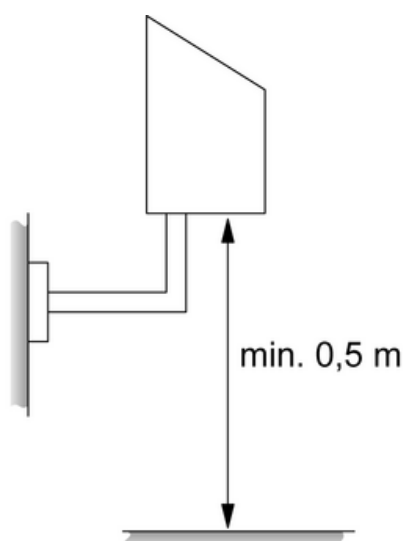
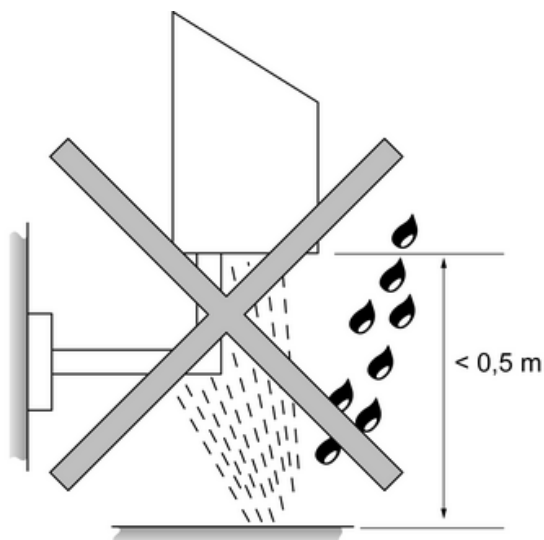

Figura 2
Figura 3
- i** Distancia mínima con respecto a las superficies debajo de la estación meteorológica: 0,5 m (figura 2). De lo contrario, los sensores de la parte inferior podrían resultar dañados por el acceso de salpicaduras de agua (figura 3).
- Hacer pasar los cables de suministro de corriente y de conexión al bus por una de las dos entradas de cables (11) e introducirlos en la caja de bornes (3).
- Conectar la tensión de alimentación al borne de conexión (9).
- Conectar el cable de bus KNX al borne de conexión (10).
- Conectar la clavija de conexión del cabezal del sensor (1) al borne del sensor (8) ubicado en la caja de bornes (3).
- i** Sin una orientación correcta, no estará garantizado el direccionamiento de los sensores de luminosidad hacia los puntos cardinales. La figura 3 muestra una vista desde arriba de la disposición de los sensores de luminosidad.